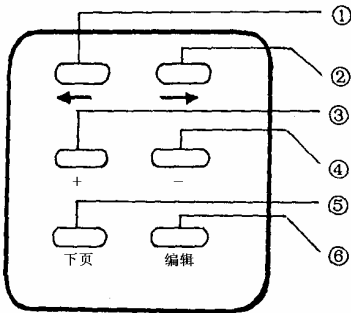

图 4
1.编辑键部分：由六个键组成，其作用是对用户设定的各种参数进行修改和输入新的参数。见图 4。